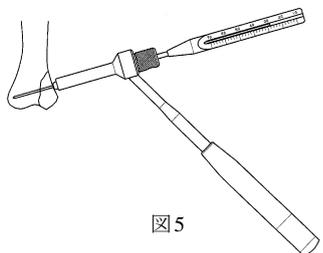
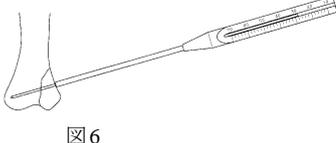

図5
図6
- 3) 経皮的挿入器の1.3ガイドピンスリーブを取り外します。1.3ガイドピンデプスゲージを挿入し、刺入深さを計測します(図5)。1.3ガイドピン用ガイド(S)を用いる場合は、1.3ガイドピンに1.3ガイドピンデプスゲージを挿入し、刺入深さを計測します(図6)。この深さは実測値で計測されます。